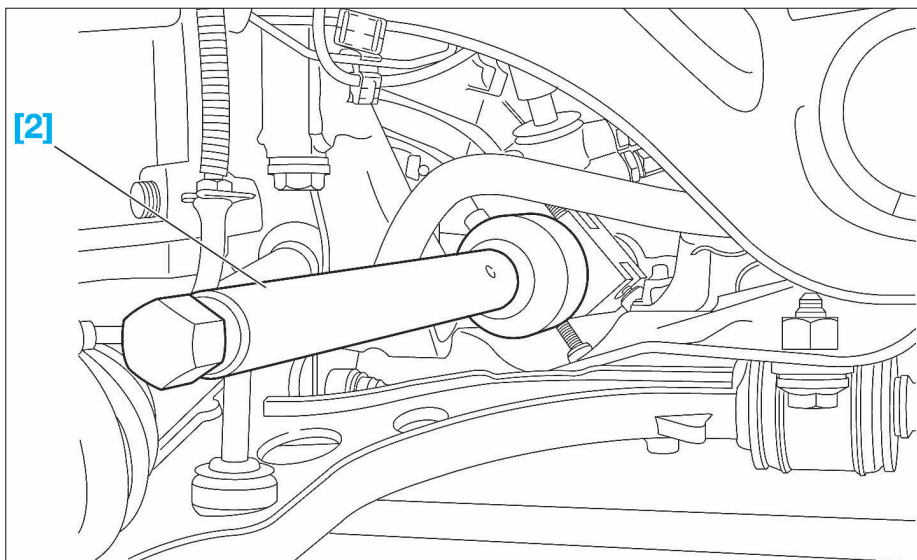

FIG. 11
- Déposer la biellette de direction, à l'aide de l'outil [2] (Fig.11).